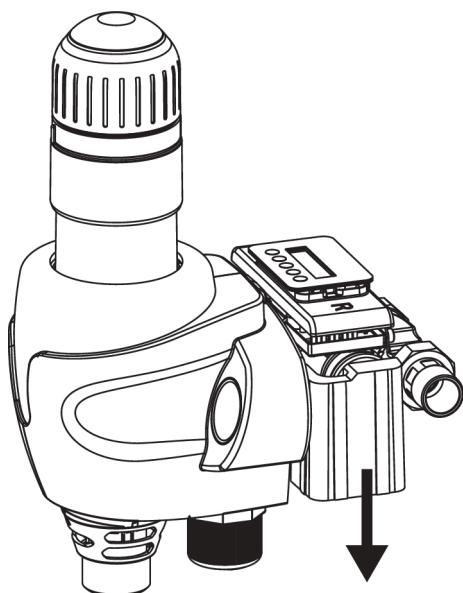

Abb. 8: Fixierschale nach unten abziehen
3. Fixierschale nach unten abziehen (siehe Abbildung 8).